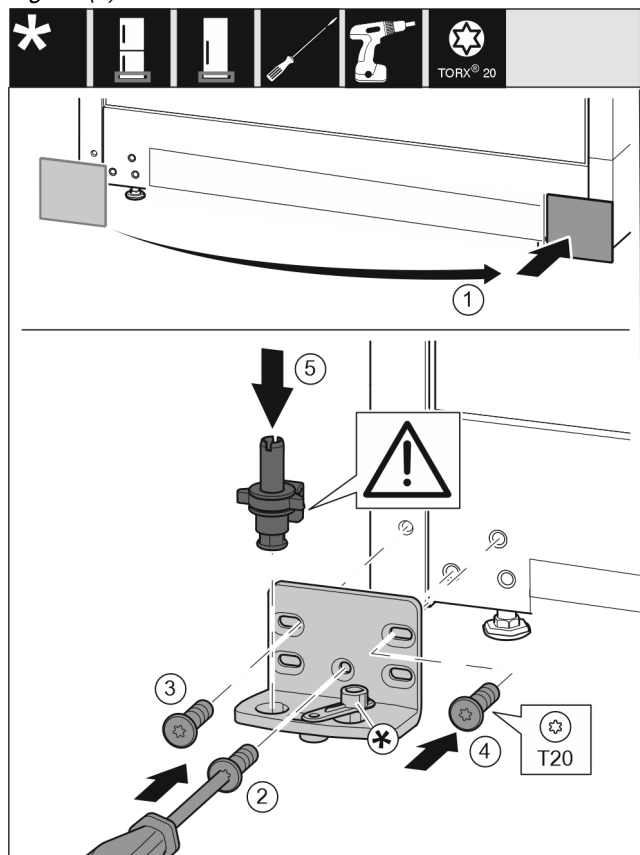

Fig. 14
- ▶ Abdeckung abnehmen und auf der anderen Seite anbringen. Fig. 14 (1)
- ▶ Lagerbock auf der anderen Seite ansetzen und mit Hilfe eines Schraubendrehers T20 anschrauben. Mit Schraube 2 unten in der Mitte beginnen. Fig. 14 (2)
- ▶ Schraube 3 und 4 festschrauben. Fig. 14 (3,4)
- ▶ Lagerbolzen komplett einsetzen. Dabei darauf achten, dass der Rastnocken nach hinten zeigt. Fig. 14 (5)